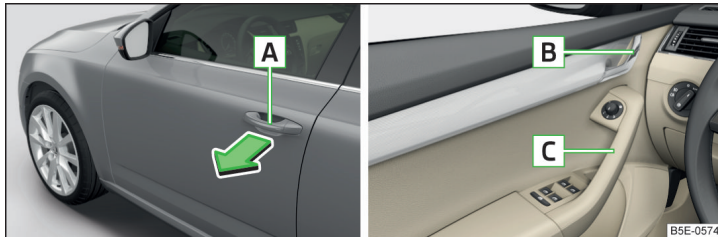

Abb. 56 Türgriff/Türöffnungshebel
- » Zum **Öffnen von außen** das Fahrzeug entriegeln und am Türgriff **A** in Pfeilrichtung ziehen » Abb. 56.